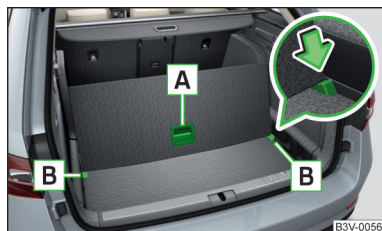

Fig. 161
► Para **dividir**, levantar el suelo de carga variable en el tirador **A** e introducir la rueda trasera del suelo de carga variable en las ranuras **B** en el sentido de la flecha » fig. 161.